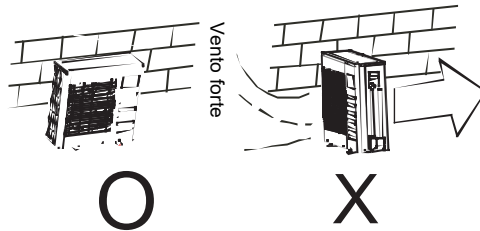

Fig. 5-1
- Nei luoghi vicino alla coste o in alta quota dove il vento può essere forte, installare l'unità esterna contro il muro per garantire il regolare funzionamento; usare uno schermo se necessario (Fig.5-1).